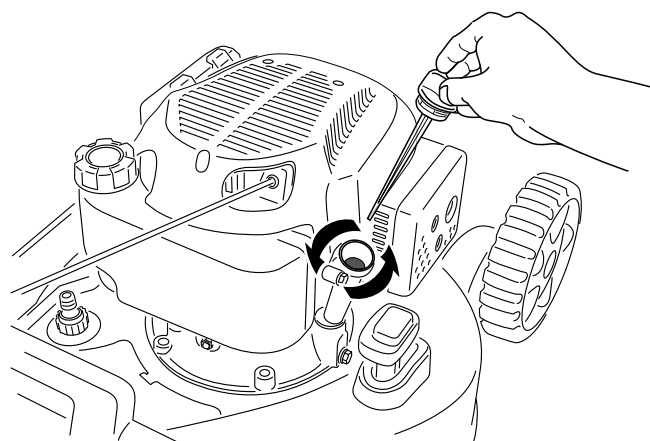

Bild 24
3. Entfernen Sie den Peilstab, indem Sie den Deckel nach links drehen und herausziehen (**Bild 24**).
4. Kippen Sie die Maschine seitlich (Luftfilter nach oben), um das Altöl aus dem Öleinfüllstutzen abzulassen (**Bild 24**).